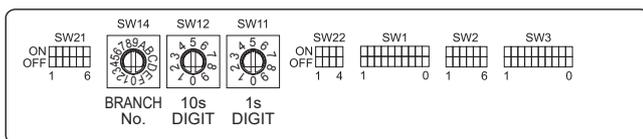

Fig. 6-4
- ③ Télécommande sans fil (lors de l'installation du récepteur de signal sans fil)
- (A) Bloc terminal pour le câble de transmission intérieur
- (B) Bloc terminal pour le câble de transmission extérieur (M1(A), M2(B), (S))
- (C) Commande à distance
- (D) récepteur de signal sans fil
- (E) télécommande sans fil
6.5. Configuration des adresses (Fig. 6-4)
6.6. Réglage du commutateur pour différentes hauteurs de plafond (Fig. 6-4)
6.7. Détection de la température ambiante à l'aide du capteur intégré de la commande à distance (Fig. 6-4)